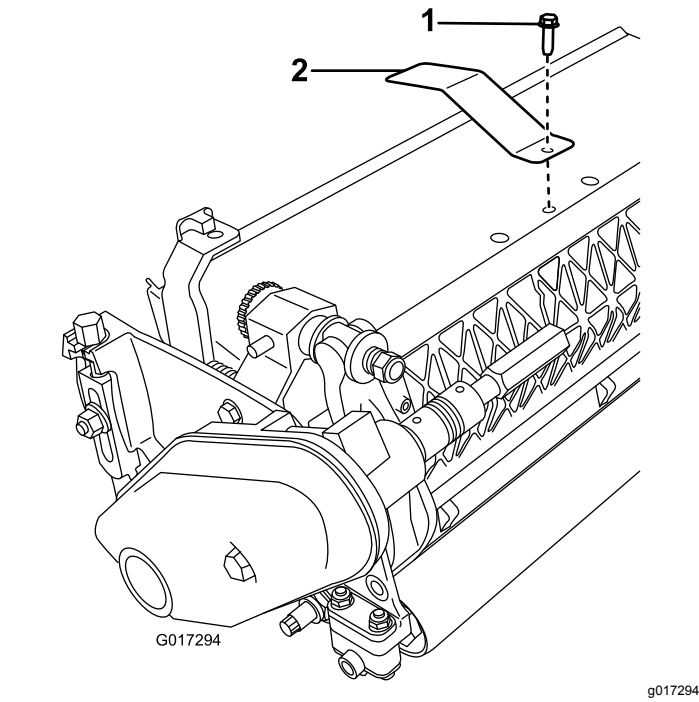

图4
- 拆下中间的挡草罩螺栓图4。
- 使用之前拆下的螺栓将靶板安装到滚刀组顶部图4。